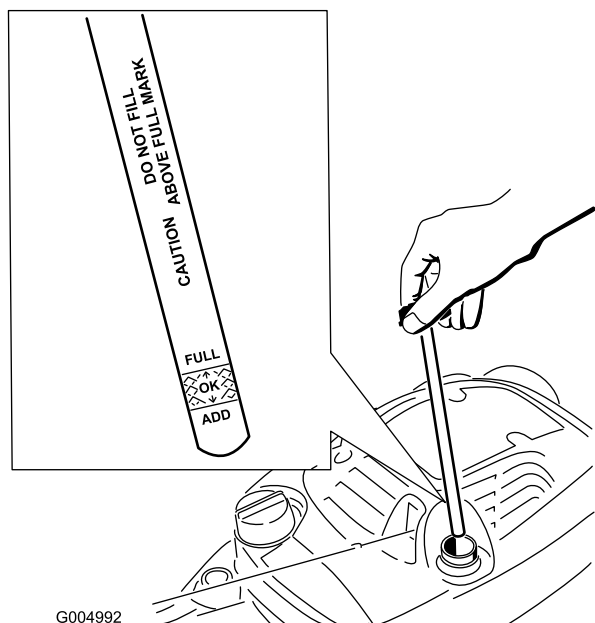

Figure 5
1. Retirez la jauge (Figure 5).
2. Versez de l'huile **lentement** dans le goulot de remplissage pour faire monter le niveau de liquide jusqu'au repère du plein (**Full**) sur la jauge (Figure 5). **Ne remplissez pas excessivement.** (Remplissage max. : 0,6 l (20 onces), type : huile détergente SAE 30W de classe de service API SF, SG, SH, SJ, SL ou supérieure.)